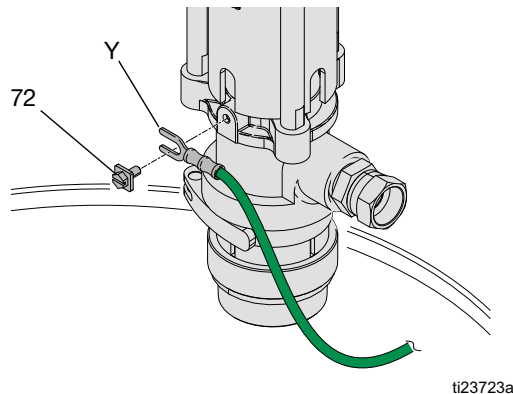

FIG. 9
Bomba: conecte el cable de tierra (Y) al tornillo de tierra (72) y apriete bien el tornillo. Consulte la FIG. 9. Conecte el otro extremo del cable a una toma de tierra fiable. Asegúrese de cumplir todos los códigos eléctricos nacionales y locales.